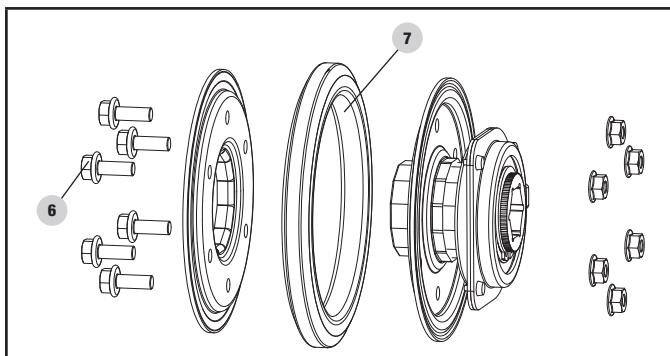

Figure 35
6. Dévissez les 6 boulons M6 × 16 (6) de l'assemblage du disque d'embrayage afin de jeter l'anneau en caoutchouc usé de la roue de friction (7) et de le remplacer par un anneau neuf. (figure 35)